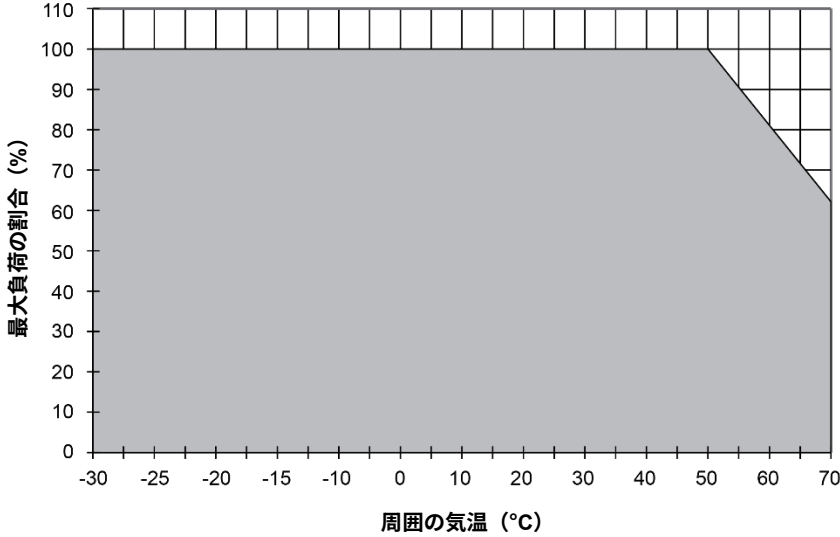
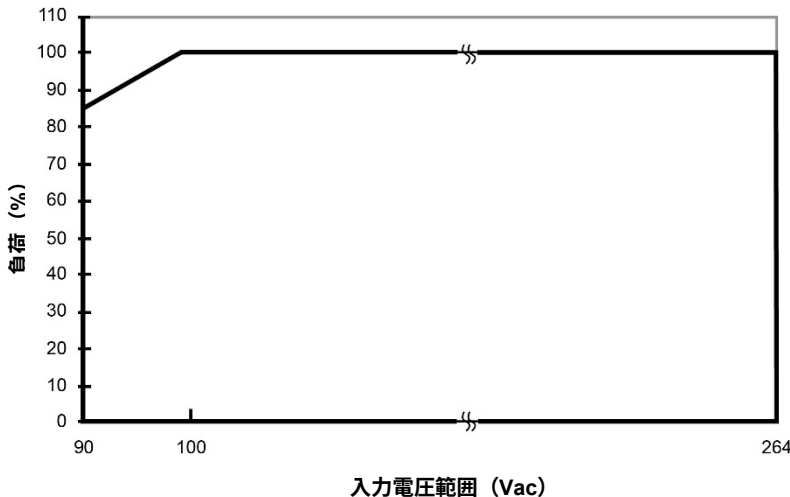

図1 水平マウント時の定格低減
図2 AC 入力電圧の定格低減
1. 斜線エリア外で電源を継続的に使用すると、電源部品が劣化または損傷する可能性があります。図 1&図 2 のグラフを参照してください。